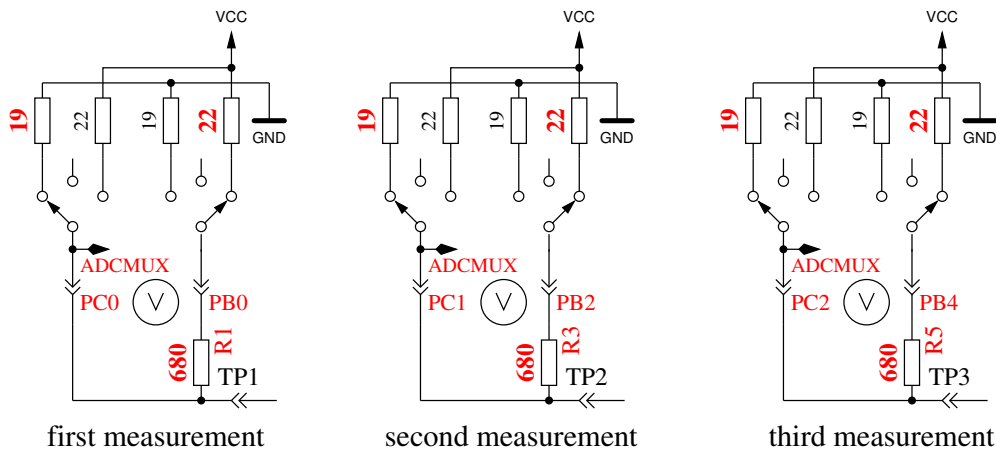

Abbildung 5.56. Messung des Innenwiderstandes von auf GND geschalteten Port-C-Ausgängen.
5. Dieser Schritt testet die **Fähigkeit von mit GND (-) verbundenen 470kΩ-Widerständen (H) die Testpins auf GND zu ziehen.** Zeile 1 zeigt den Text „RH-“. Zeile 2 sollte für alle drei Pinne Null mV anzeigen.
6. Dieser Schritt testet die **Fähigkeit von mit VCC (+) verbundenen 470kΩ-Widerständen (H) die Testpins auf VCC zu ziehen.** Zeile 1 zeigt den Text „RH+“. Der bestmögliche mV Wert für die drei Messungen wäre 0 in Zeile 2, da die Diffenz zu VCC dargestellt wird. Große Abweichungen vom Idealwert für Schritt 5 und 6 sind Fehler wie Isolations-Problem, Flussmittelreste oder beschädigter Port.
8. **Messung des Innenwiderstandes eines auf GND geschalteten Ausgangs.** Dieser und die folgenden Schritte werden nur bei gewählter AUTO_CAL Option durchgeführt. Die internen Port C Widerstände von auf GND (-) geschalteten Ausgängen werden mit dem Strom der nach VCC (+) geschalteten 680Ω Widerstände gemessen, siehe Abbildung 5.56. Es werden nur die drei Pins des ADC-Ports vermessen, die Widerstands-Ports PB0, PB2 und PB4 können nicht ohne Veränderung der Hardware gemessen werden. Es wird angenommen, dass die Portwiderstände von unterschiedlichen Ports nahezu identisch sind. Der Widerstandswert wird im nächsten Schritt mit ausgegeben.